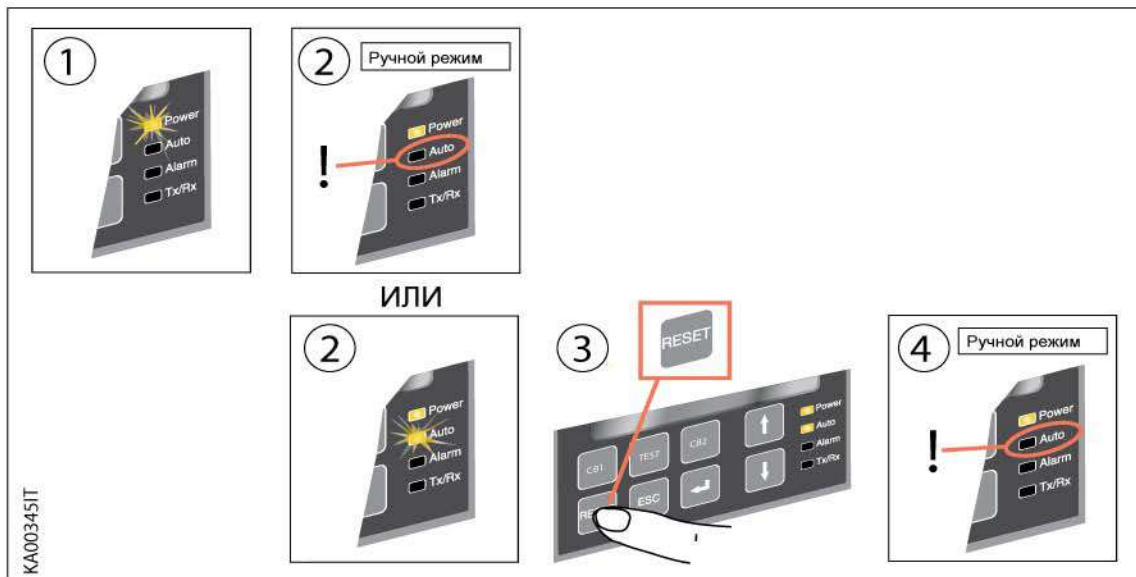

Рисунок 5.2: Описание процедуры выбора Ручного режима работы ATS022
- a. Убедитесь, что горит светодиод Power, смотри Рисунок 5.2/1
- b. Если светодиод Auto не горит, то блок находится в Ручном режиме, смотри Рисунок 5.2/2.
- c. Если светодиод AUTO горит, то нажмите на кнопку RESET, смотри Рисунок 5.2/3 .
Светодиод Auto погаснет и блок перейдёт в Ручной режим, смотри Рисунок 5.2/4 .